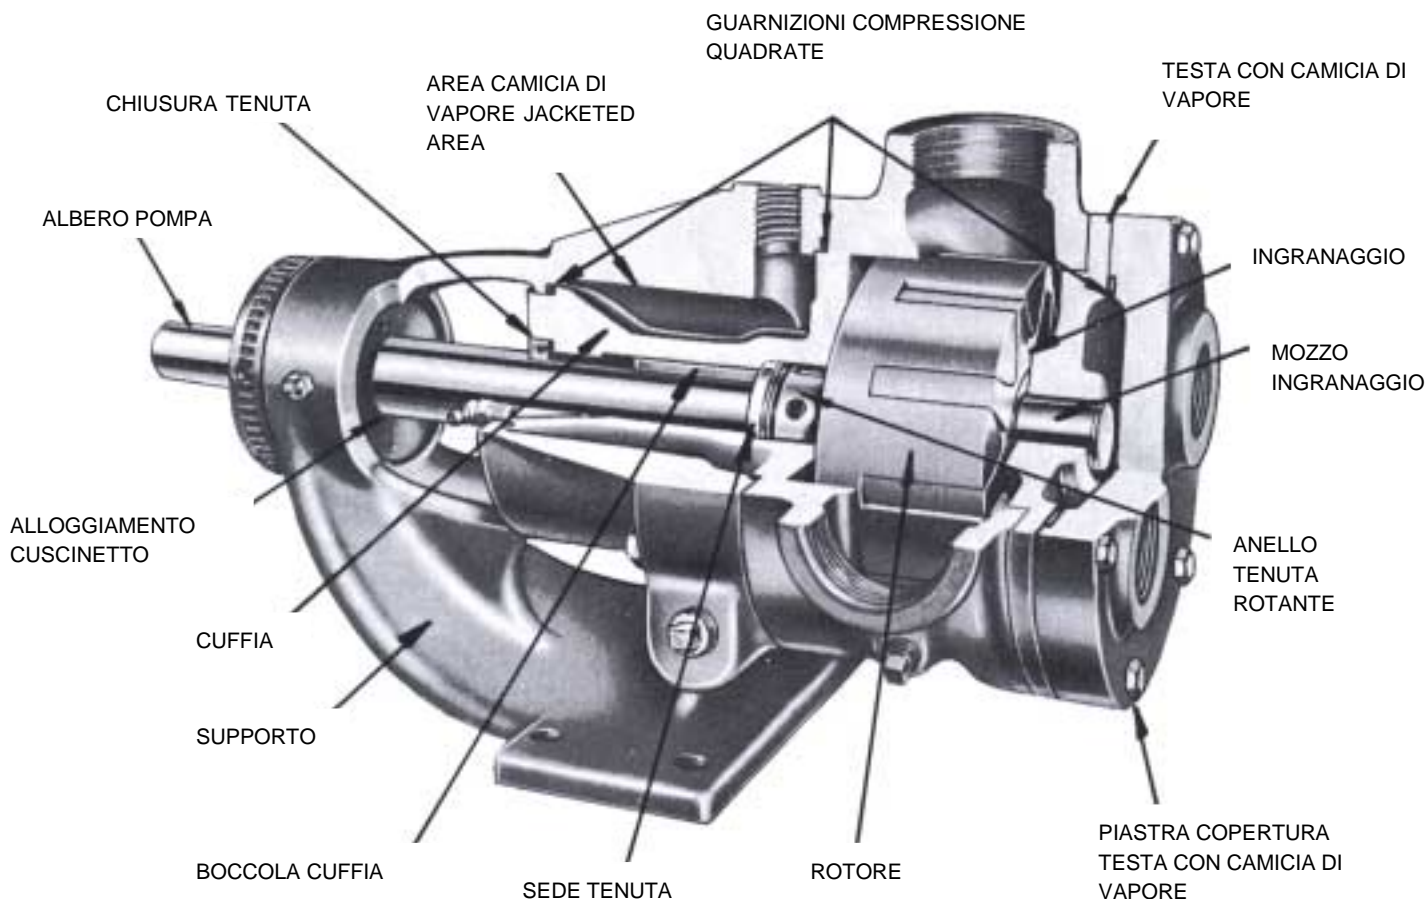
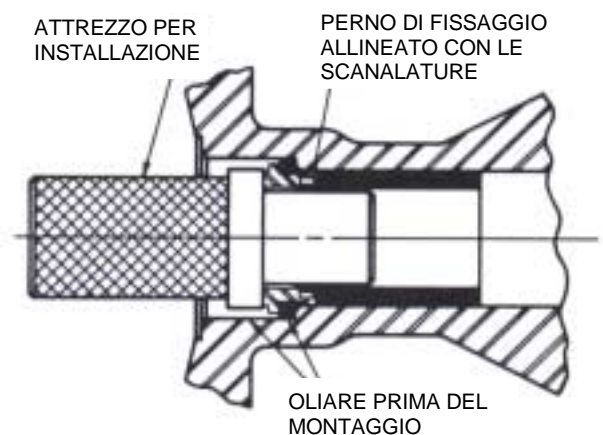
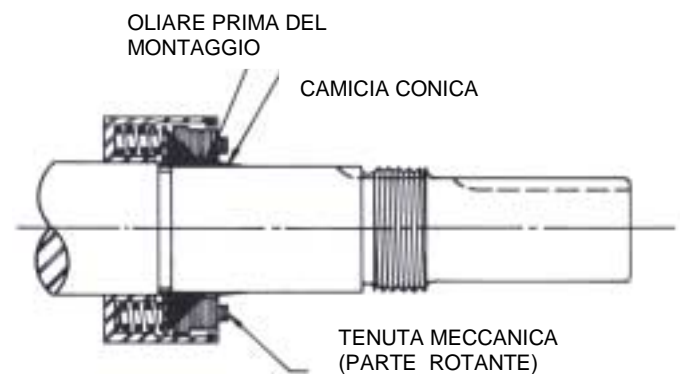
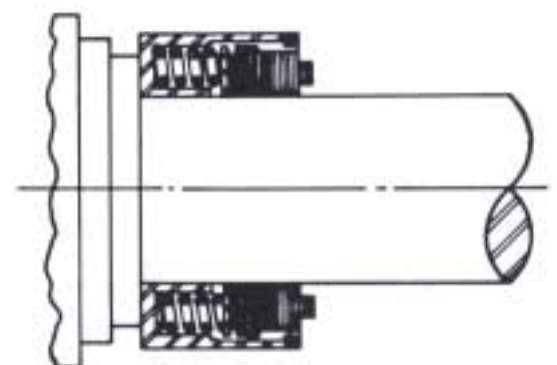

FIGURA 4
FIGURA 6
FIGURA 7
FIGURA 8
13. Tenuta Meccanica (Serie 4724): Se la tenuta meccanica dovesse non funzionare più, può essere facilmente sostituita con una nuova tenuta. Ci sono essenzialmente due parti di questa tenuta. Sono l'elemento rotante e la sede stazionaria della tenuta (Vedere Figura 4). Allentare le viti che tengono l'elemento rotante sull'albero. Togliere l'elemento rotante dall'albero e la sede della tenuta stazionaria dal supporto.
1. Installazione nuova tenuta (Serie 4724): La tenuta è di semplice installazione e se viene fatta con cura ne risulteranno buone prestazioni. (Vedere Figura 4) per l'identificazione delle parti. NOTA: non toccare mai le facce della tenuta con altro se non le dita od uno straccio pulito. Pulire il mozzo del rotore e l'alloggiamento della tenuta della cuffia, assicurandosi che entrambi siano privi di polvere e sabbia. Ricoprire il diametro esterno della sede della tenuta ed il diametro interno del foro dell'alloggiamento della tenuta con olio lubrificante fluido. Con police ed indice, osizionare la sede della tenuta nello smusso della tenuta. Assicurarsi che i pernetti di ancoraggio siano allineati in modo da incastrarsi negli incavi sul lato della boccola della cuffia come da Figura 6. Utilizzando un cuscinetto di cartone per proteggere le superfici levigate della sede della tenuta picchiare il blocco della sede sul fondo dello smusso della tenuta con un pezzo di legno ed un Martello leggero (L'installazione in fabbrica viene condotta con una pressetta speciale. Ha un diametro maggiore che copre l'intera superficie della sede ed ha una estensione attraverso la sede che guida dentro la boccola della cuffia) Porre il manicotto conico (fornito con le tenute di ricambio, modelli H-LL) sull'albero come in Figura 7. Ricoprire la parte interna dell'elemento rotante e la parte esterna del manicotto conico con lubrificante fluido. Porre l'elemento rotante sull'albero, sopra al manicotto e contro il mozzo del rotore. (Vedere Figura 8).